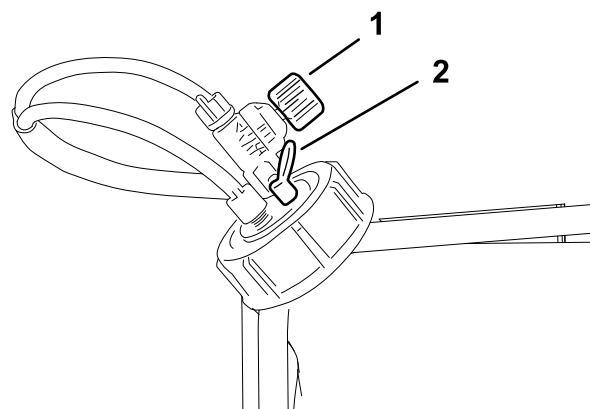

Figura 12
Válvula de ajuste do regulador de espuma – controla a consistência da solução de espuma. Ajustando a válvula, controla a quantidade de solução de detergente fornecida aos bicos de espuma. Aumentando o fluxo provoca gotas maiores e mais frequentes; diminuindo o fluxo provoca gotas mais pequenas e menos frequentes (Figura 12).
Válvula de descarga de pressão – puxe a patilha vermelha no tampão do depósito para fora para descarregar a pressão no depósito (Figura 12).
5. Para o funcionamento inicial, abra a válvula de ajuste de densidade da espuma de 1/8 a 1/4 de volta (Figura 12).